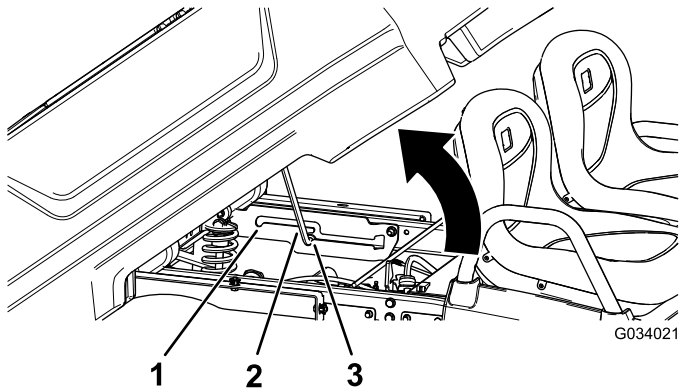

Figure 12
2. Engagez la béquille dans le cran de verrouillage pour bloquer le plateau en position déchargement (Figure 12).
2. Engagez la béquille dans le cran de verrouillage pour bloquer le plateau en position d'entretien (Figure 12).
2. Tirez la béquille hors de la fente de verrouillage (Figure 12).